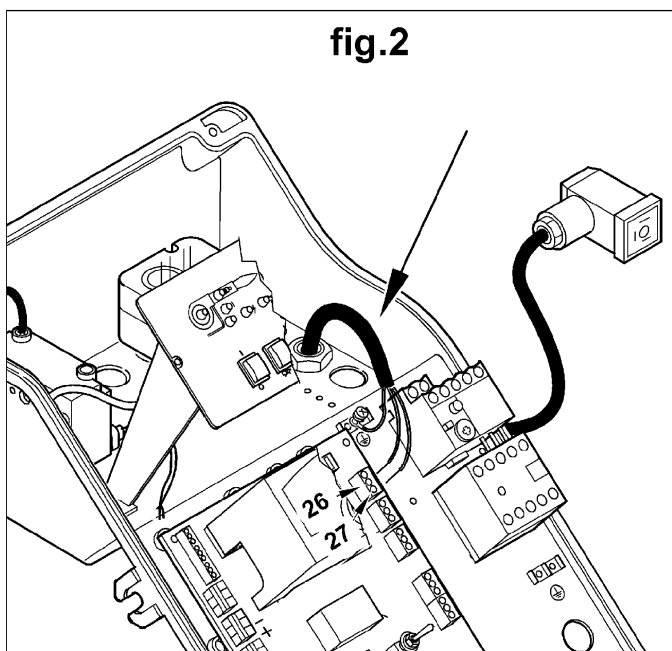

fig.2
- 2)Insert the maximum pressure switch cable as indicated in figure 2 and connect to terminals 26 and 27 and to ground. Finally tighten cable to its cable holder.
- 2)Introduire le câble du pressostat de pression maximale comme indiqué figure 2 et brancher les extrémités aux bornes 26 et 27 et à la borne de terre. Enfin, serrer le câble sur le serre-câble correspondant.
- 2)Вставить кабель реле максимального давления, как показано на рис. 2, и соединить зажимы с клеммами 26 и 27 и с заземляющей клеммой. Затем закрепить кабель в кабельной втулке.